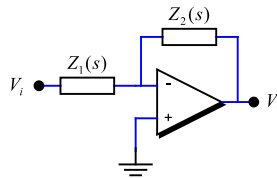
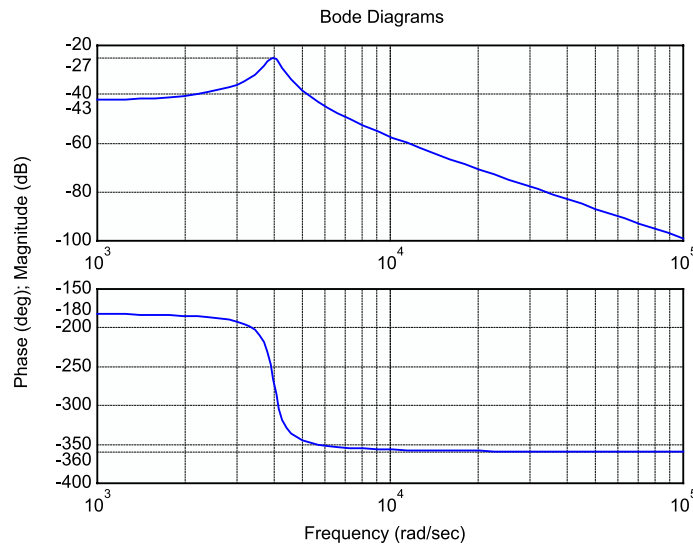

Figura 5-3
Figura 5-4
**Problema 129** L'inversor de la Figura 5-3 té per resposta freqüencial el diagrama de la Figura 5-4.